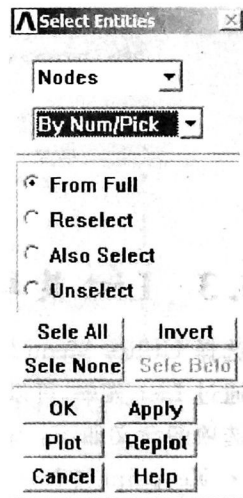

图 1-11 Select Entities 对话框
- (1) 选择 Utility Menu>Select>Entities 命令,弹出 Select Entities 对话框,如图 1-11 所示,在对话框中进行设置,选中实体;
- (2) 对选中的实体进行所需的操作;